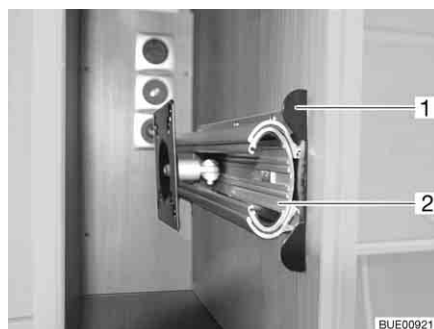

Fig. 44 Support dans le meuble de télévision
- Enfoncer la barre de déverrouillage (Fig. 44,1).
- Faire entièrement sortir la rallonge (Fig. 44,2).
- Faire coulisser la rallonge (Fig. 44,2) jusqu'à ce que la barre de déverrouillage (Fig. 44,1) s'encliquette.